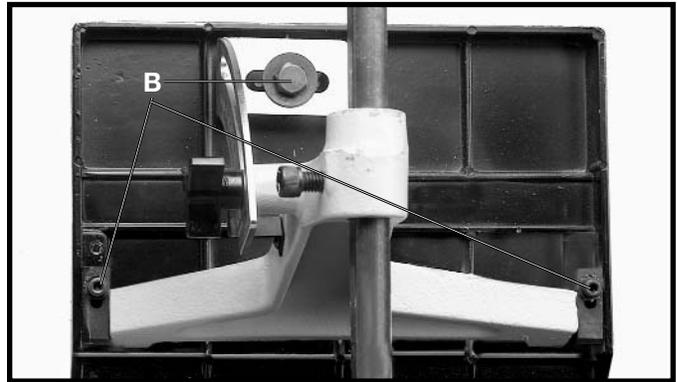

Fig. 34
3. Si un ajustement de la table est nécessaire, desserrez les trois vis (B) fig. 34, qui retiennent la table au support de fixation et au tourillon, et ajustez la table en conséquence, ensuite, serrez les trois vis (B).